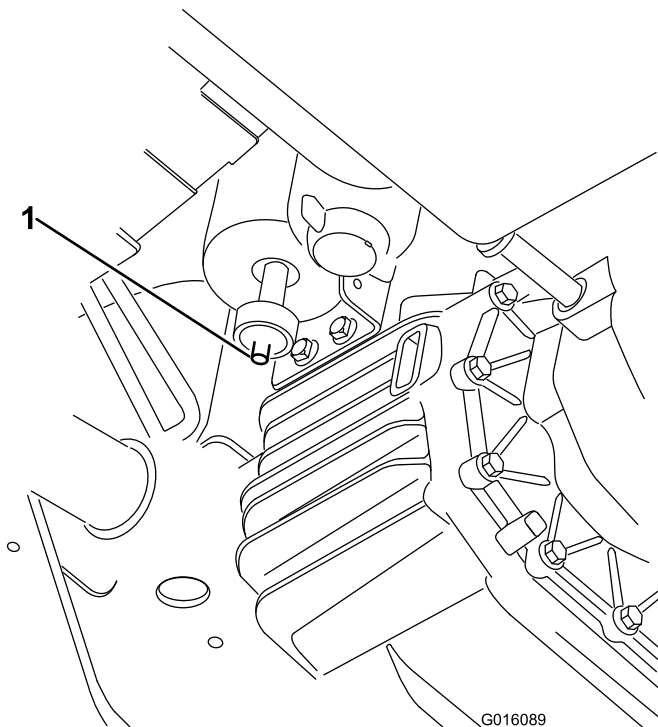

Рисунок 45
1. Установите воздушный фильтр на поверхность дном угольного элемента вниз (Рисунок 45).